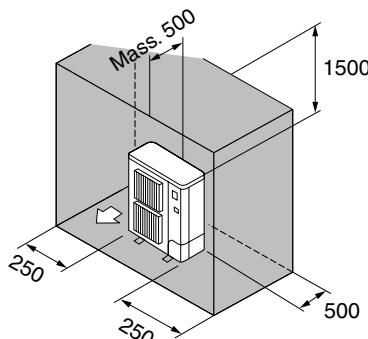

Fig. 2-7
⑥ Solo ostacoli posteriori, laterali e superiori (Fig. 2-7)